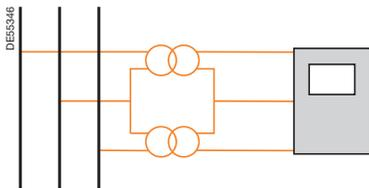

Fig. 41. Transformadores de tensión (TT) conectados en V.
- Montaje en "V" de transformador 2 (fig. 41) (requiere 2 terminales de alta tensión aislados por transformador).